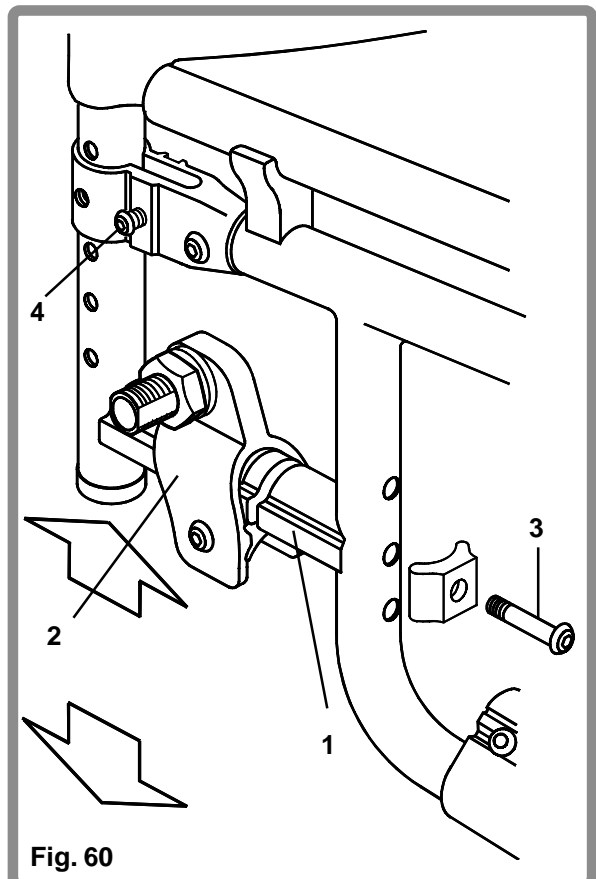

Fig. 60
Deze stoel is voorzien van het nieuwe QA asbloksysteem. De zithoogte kan worden ingesteld door het asblok (1) omhoog of omlaag te plaatsen (Fig. 60) en eveneens door de asbushouder van boven naar beneden, of andersom, te verplaatsen. U stelt de positie van het asblok (1) in door de schroef (3) te verwijderen met een 5mm inbussleutel en de bout (4) los te draaien met behulp van een 5mm steeksleutel. Schuif het asblok in de gewenste positie en plaats de schroef (3) weer terug. Draai deze vast tot een draaimoment van 7-12Nm.